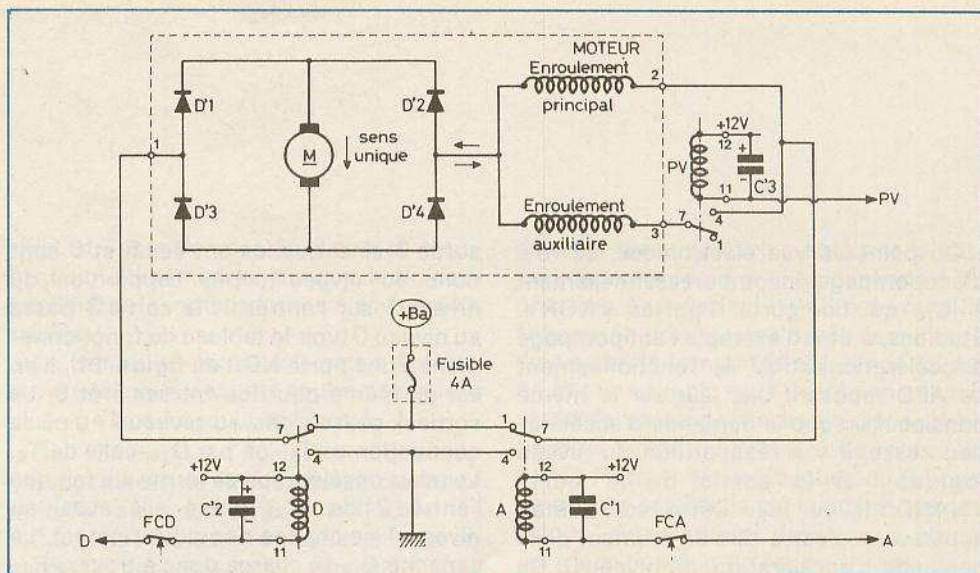

Fig. 12. - Circuit de puissance. Le moteur employé est un modèle à enroulement série, mais modifié par la mise en place d'un pont de Wheatstone.
h) Circuit de puissance (fig. 12)
d'essuie-glace « Bosch » équipant la plupart des voitures. Il y a lieu cependant de procéder à un certain nombre de modifications. En premier lieu, après démontage du couvercle fermant le réducteur qui est en fait une simple roue dentée en céloron attaquée par une vis sans fin disposée en bout de l'induit, il convient de retirer les balais frottant sur les bagues de la roue. Le rôle de ces balais est la commande du retour automatique des essuie-glaces vers leur position de repos. Il reste donc trois fils qui correspondent aux bornes 1, 2 et 3 du schéma de la figure 12. Ces trois fils, après repérage, peuvent être acheminés vers une miniplaque à bornes constituée par exemple par un domino collé sur le corps du moteur à l'araldite.
Ces diodes seront branchées en pont de Wheastone (fig. 12), puis après avoir rebranché les fils du moteur, la couronne est remontée définitivement à son emplacement. Enfin, il convient de confectionner une équerre, en se servant des trous de fixation d'origine du moteur, destinée à fixer ultérieurement le moteur sur une plaque de tôle formant le plan du servomoteur. Le moteur est ainsi prêt à l'emploi.